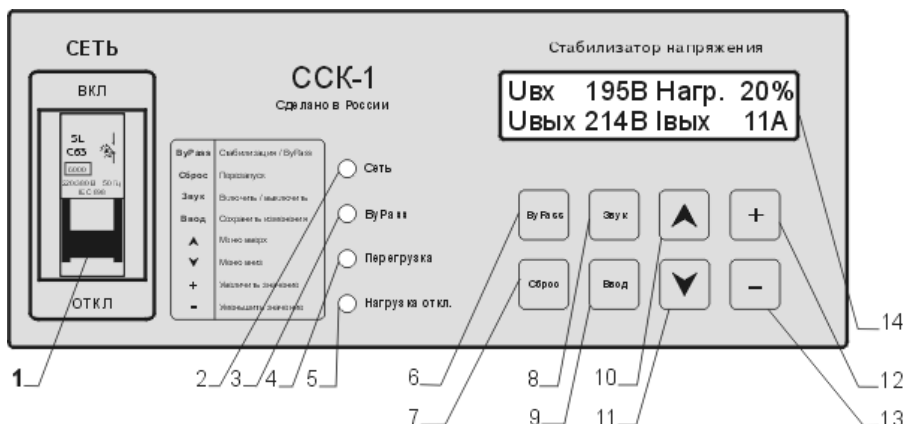

Рис.4. Панель управления и индикации.
1-основание, 2-боковина (правая + левая), 3-панель коммутационная, 4-задняя стенка, 5-крышка, 6-лючок, 7-панель блока силового, 8-основание панели управления, 9-скоба крепления панели управления, 10-панель управления (см.рис.4), 11-передняя панель, 12- узел крепления транспортировочной рукоятки.
На панели управления и индикации (см.рис.4) находятся: автоматический выключатель «Сеть» (1), светодиодные индикаторы (2...5), табло ЖКИ (14) и клавиатура управления (6...13).